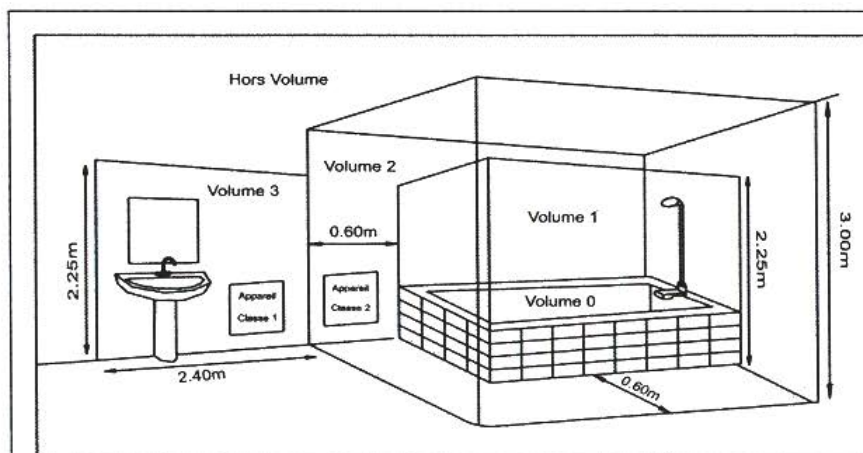

Figure 2
- Il peut être installé dans le volume 3 de la salle de bains (Fig. 2).